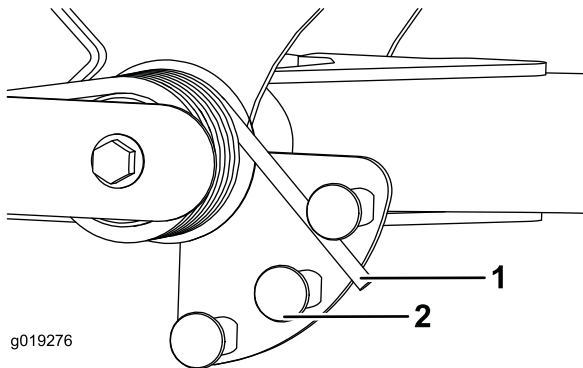

Bild 37
2. Stecken Sie ein Rohr oder ein ähnliches Objekt in das lange Federende und drehen Sie es um den Federaktuator in die gewünschte Stellung (Bild 37).